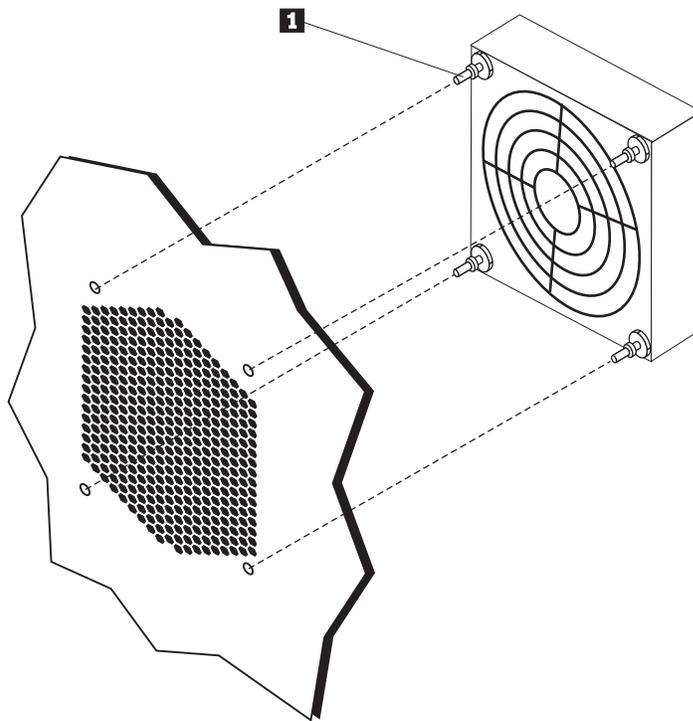

図 27. ファンの取り外し
5. 図のようにファン・グロメットを解除して、ファンを取り外します。図 27 を参照してください。ファンおよび配線を取り外します。